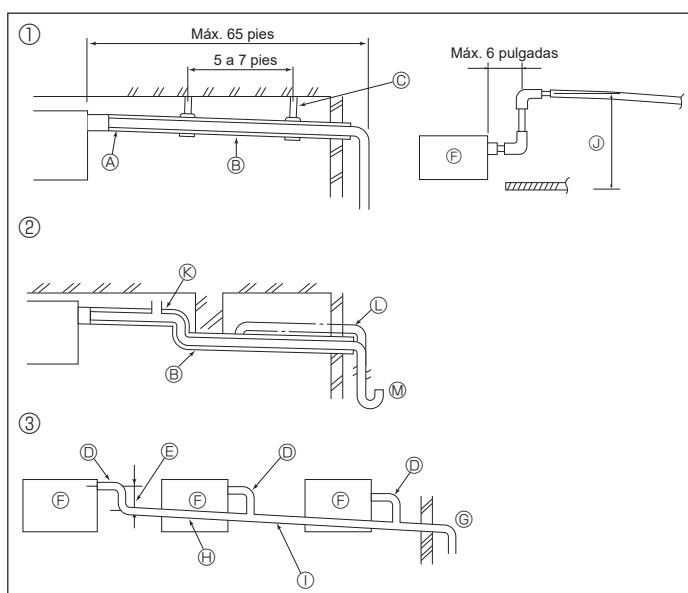

Fig. 5-1
5.1. Tubería de drenaje (Fig. 5-1)
- ① Tubería correcta
② Tubería incorrecta